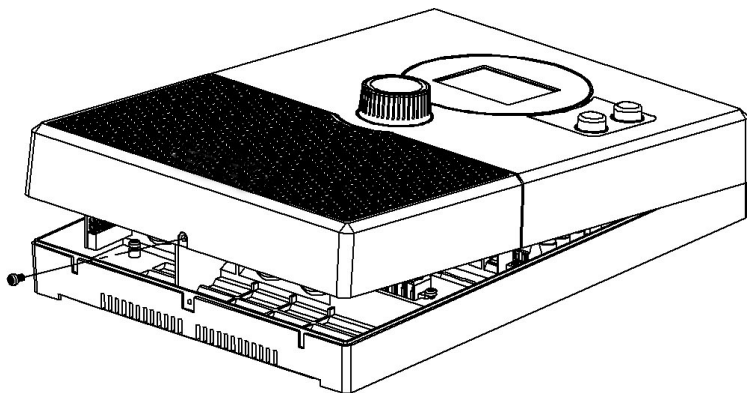

Рис.2 Снятие крышки корпуса
2. Снять отверткой винт крепления корпуса **С** и поднять крышку корпуса с нижней стороны (см. **Рис.2**).